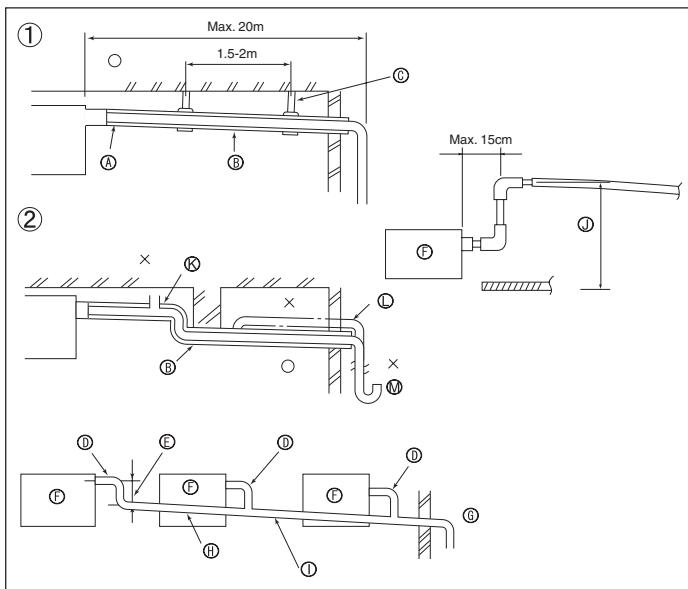

Fig. 5-1
5.1. Mise en place du tuyau d'écoulement (Fig. 5-1)
① Tuyautage correct	② Tuyautage erroné	③ Support métallique
④ Isolant (9 mm ou plus)	⑤ Soufflerie d'air	⑥ Soulevé
⑦ Pente descendante (1% ou plus)	⑧ Trappe à odeurs	⑨